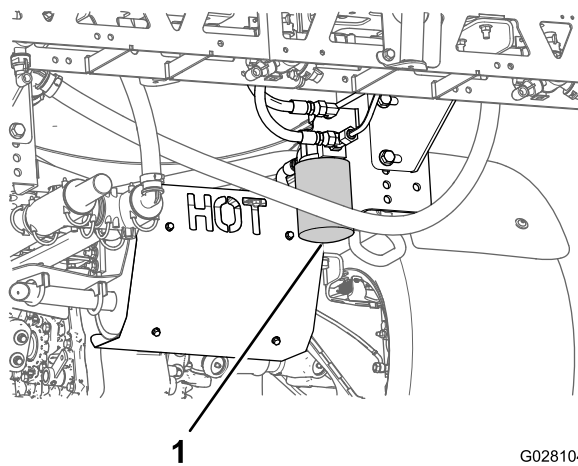

Figura 55
4. Togliete il filtro (Figura 55).